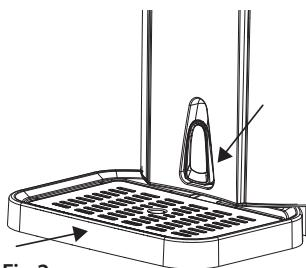

Fig.2
- Fissare il vassoio raccogli gocce con la griglia all'apposita scanalatura dell'apparecchio. Assicurarsi che la leva di deflusso (fig. 2) e che il rubinetto siano chiusi.